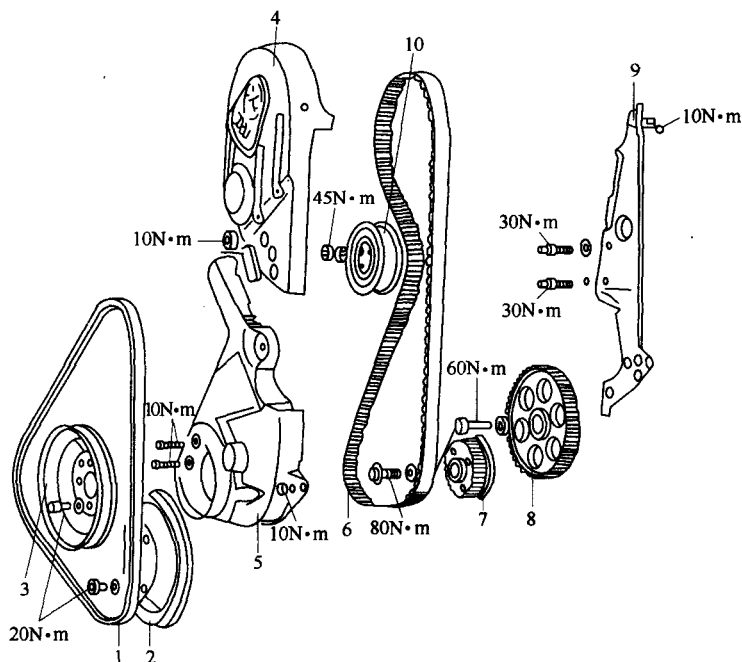

图 2-1 发动机前端零件的拆卸
(1) V 形带及同步带的拆卸: 桑塔纳轿车 JV 型发动机前端零件如图 2-1 所示。其中图注号同时表示拆卸的顺序, 而 N·m 前的数字则表示螺栓拧紧力矩的大小。拆卸可按下列顺序进行: